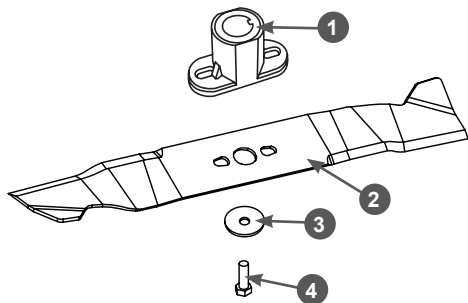

Рис. 22 Установка ножа
- С помощью соответствующего инструмента открутите болт 4 крепления ножа, снимите шайбу 3 и нож 2 (Рис. 22).
- Снимите с вала двигателя адаптер 1 ножа (Рис. 22).
- Установите все детали на место в порядке, обратном снятию. Схема установки показана на Рис. 22.
9. Зафиксируйте нож от проворачивания и надёжно затяните болт 4 крепления ножа (Рис. 22).